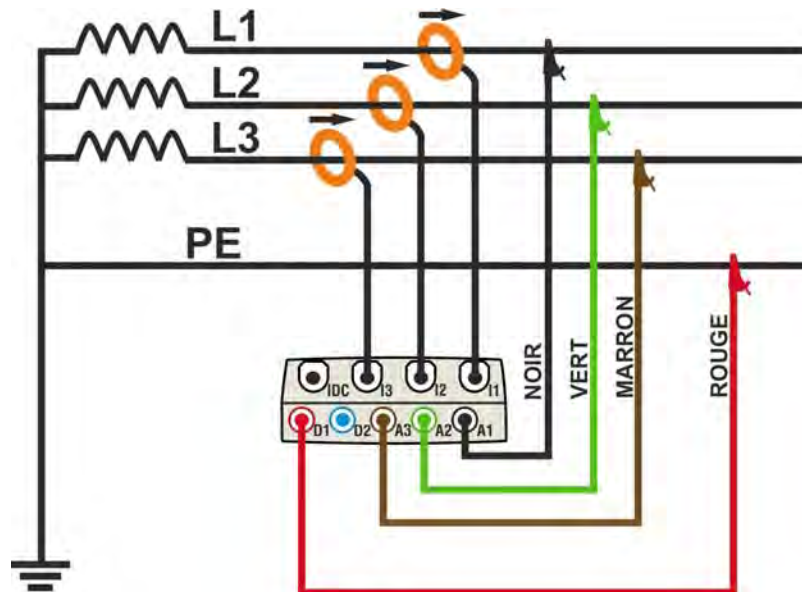

Fig. 168 : Connexion de l'instrument dans un système triphasé 3 fils ARON
2. Connecter les câbles de mesure de la tension sur les conducteurs de Phase L1, L2, L3 et éventuellement de Terre, selon les couleurs de la Fig. 168. **Vérifier l'ordre cyclique correct des phases "123"** (voir la § 5.2.4.1) et apporter les corrections nécessaires pour atteindre ce résultat.
3. Connecter les pinces de courant sur les conducteurs de phase L1, L2, L3 comme il est montré à la Fig. 168 **en respectant le sens de la flèche** présente sur la pince qui indique la direction conventionnelle du courant du générateur vers la charge. **Sur les pages-écrans « Valeurs temps réel », (en sélectionnant au préalable le système 3 fils) vérifier toujours que la valeur des Puissances Actives P1, P2, P3 est positive et que les facteurs de puissance Pf1, Pf2, Pf3 relatifs à la charge sont normalement inductifs**, avant de démarrer un Engistrement. Tourner la pince de 180° sur les conducteurs concernés en cas de valeurs négatives des puissances actives.